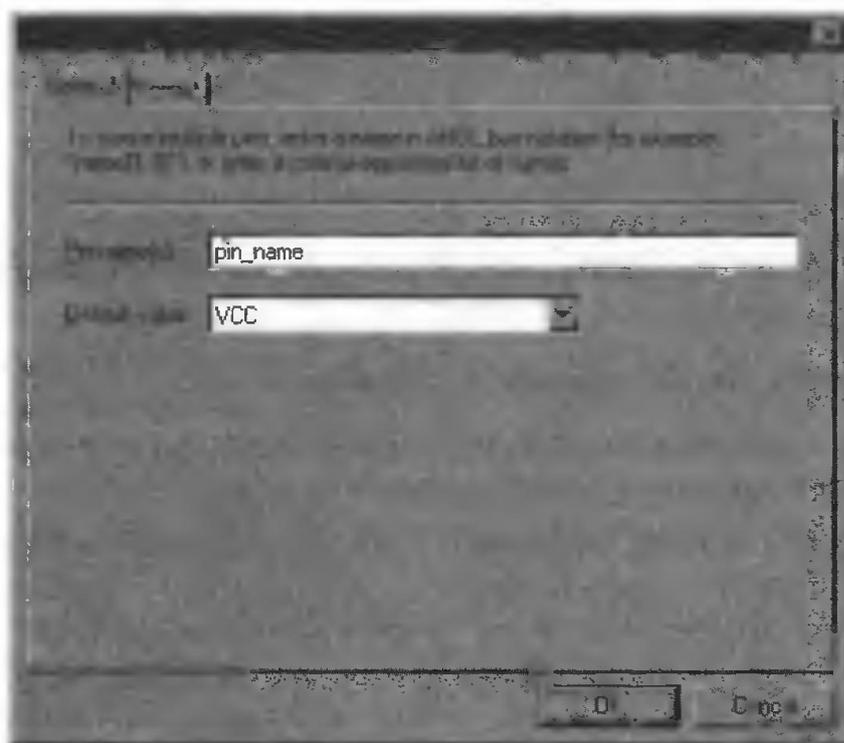

Рис. 3.20
1. Наведите указатель на первый входной вывод и дважды щелкните левой кнопкой мыши. В диалоговом окне **Pin Properties** (свойства выводов) откроется вкладка **General** (основные) (рис. 3.20).